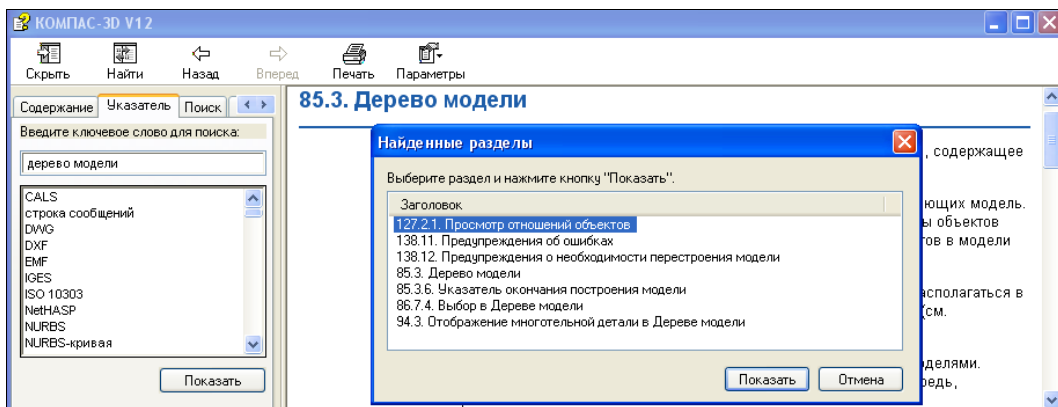

Рис. 1.15. Справочная система с открытой вкладкой **Указатель**
- вкладка **Указатель** — при переходе на эту вкладку в левой части раскрывается список функций и терминов. Для вывода информации введите в окно **Ключевое слово для поиска** любой термин, например **Дерево чертежа**, и нажмите кнопку **Показать**. Система выведет на экран окно **Найденные разделы**. В этом окне выделите один из пунктов и нажмите кнопку **Показать**. В правой части появится необходимая информация (рис. 1.15);